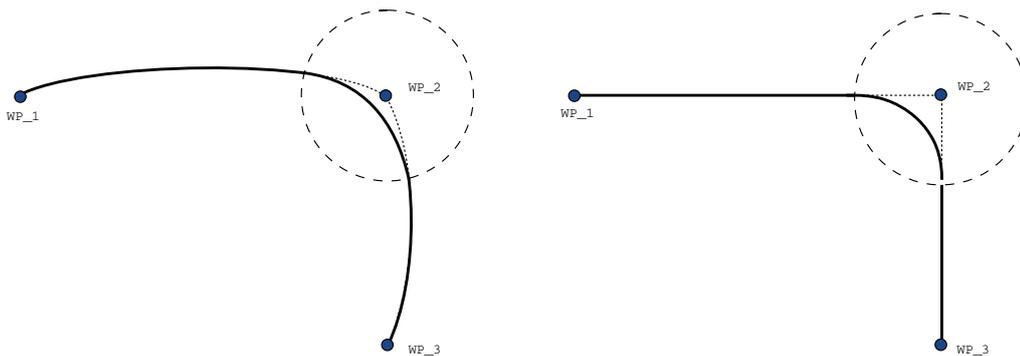

Figura 15.6: Movimento e transizione nel rapporto fra spazio dei giunti (MuoviJ) e cartesiano (MuoviL).
- **Transizioni che comprendono MuoviJ** Le transizioni MuoviJ causano una curva uniforme nello spazio del giunto. Ciò vale per le transizioni da MuoviJ a MuoviJ, da MuoviJ a MuoviL e da MuoviL a MuoviJ. La transizione produce una traiettoria più uniforme e veloce rispetto ai movimenti senza transizione (consultare la Figura 15.6). Se la velocità e l'accelerazione vengono utilizzati per specificare il profilo della velocità, la transizione rimane all'interno del raggio di transizione durante la transizione. Se si utilizza la *durata* invece della *velocità* e dell'*accelerazione* per la specifica del profilo della velocità di entrambi i movimenti, la traiettoria di transizione segue la traiettoria di MuoviJ originale. Se entrambi i movimenti sono limitati nel tempo, l'uso delle transizioni non permette di risparmiare tempo.